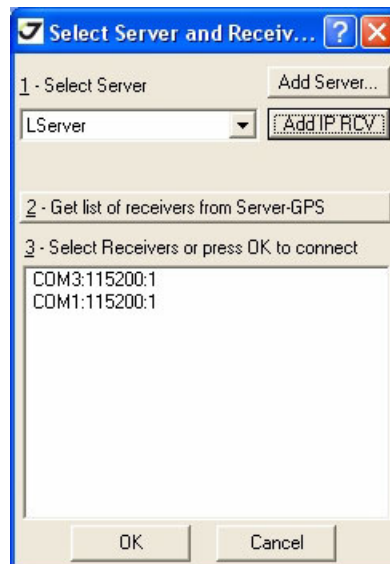

Рисунок 2-4. Параметры соединения
2. Запустите TriVU. Выберите COM-порт и нажмите *Connect* (Рисунок 2-4).